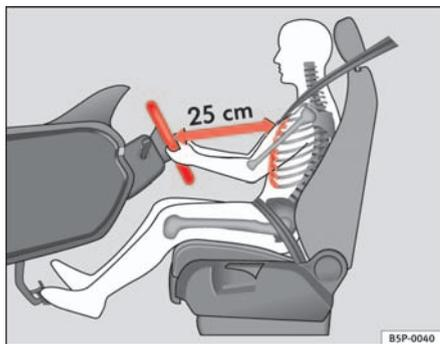

Abb. 1 Der richtige Abstand des Fahrers vom Lenkrad
- Stellen Sie das Lenkrad so ein, dass der Abstand zwischen Lenkrad und Brustkorb mindestens 25 cm beträgt ⇒ Abb. 1.
⇒ Seite 9, Abb. 1. Sitzen Sie näher als 25 cm, kann Sie das Airbag-System nicht richtig schützen.